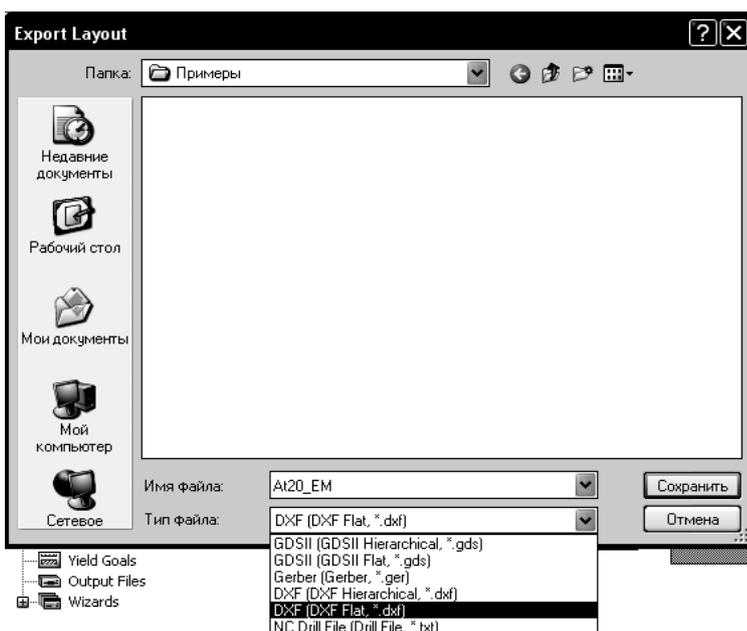

Рис. 5.53
6. Щёлкните правой кнопкой по имени скопированной электромагнитной структуры и выберите **Export EM Layout**. В открывшемся окне установите тип файла **DXF(DXF Flat, *.dxf)** и нажмите **Сохранить** (рис. 5.53).